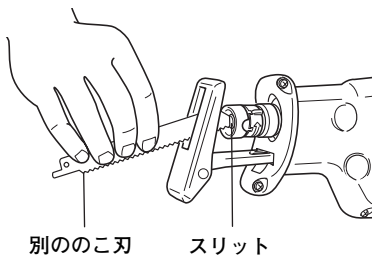

図 9
- (1) 折れたのこ刃の一部がプランジャのスリットから飛び出している場合は、飛び出している部分を引張って取はずしてください。
- (2) 折れたのこ刃がスリットの内部にかくれている場合は、別ののこ刃の先端部分を使って折れたのこ刃を引っかけて取はずしてください。(図9)